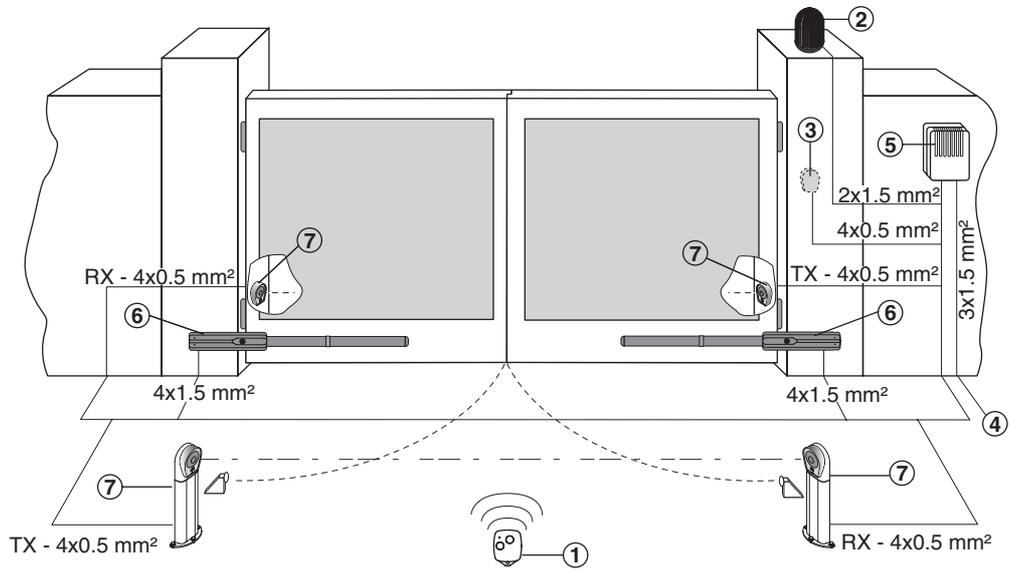

Fig. 1
2.1 Verweis auf Abbildungen (Abb. 1)